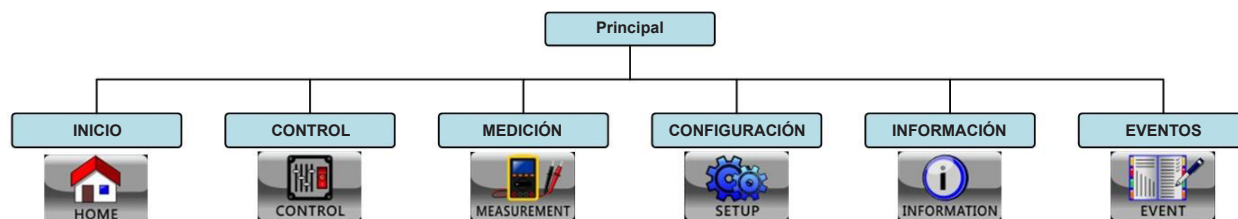

Figura 4.4 Árbol del Menú
- 3 Menú Principal:** Toque cada icono para ingresar al submenú. Refiérase a la Figura 4.4 para consultar el árbol del menú.